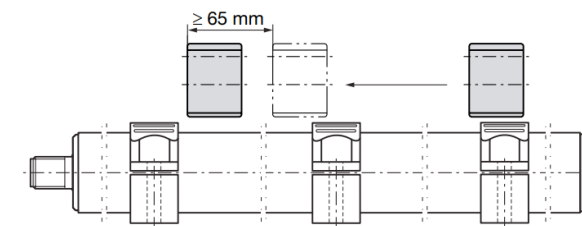

Fig. 5-3 : Distance minimale en cas d'utilisation de plusieurs capteurs de position
- En cas d'utilisation de plusieurs capteurs de position, il convient de respecter une distance minimale de 65 mm entre ces capteurs (voir Fig. 5-3).